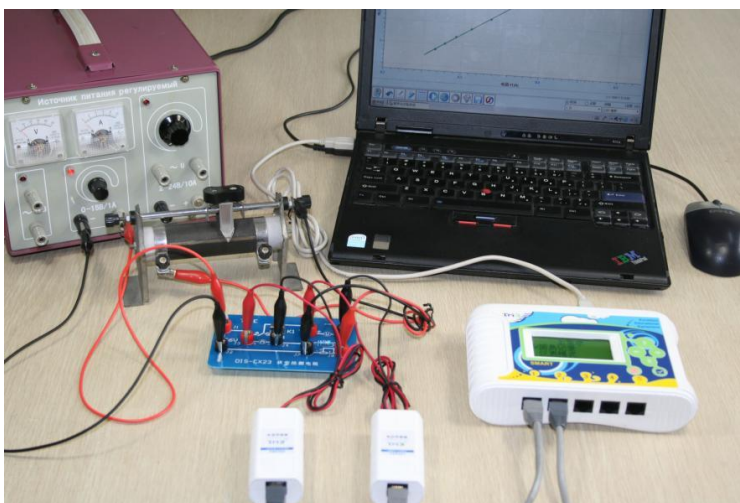

Рис.3 Собранная экспериментальная установка
1. Как показано на рис.3, подключите датчик напряжения и датчик тока к регистратору, затем подключите регистратор к компьютеру;
3. В соответствии с рис.3 правильно подключите цепь, переместите переключатель внутрь, установите скользящий реостат на максимальное значение, установите систему координат "I-U", затем нажмите кнопку "Ручной сбор";